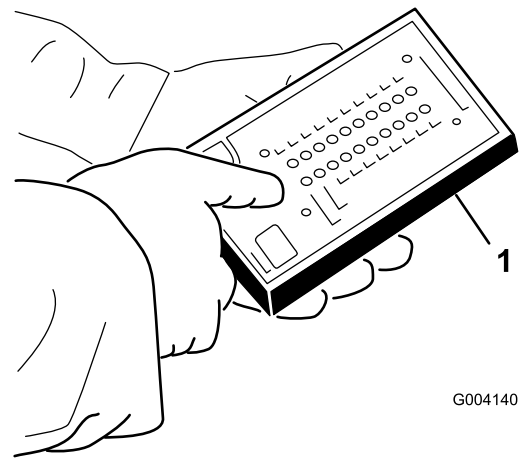

図 22
4. 故障診断 ACE ディスプレイを打ちのコネクタを診断用コネクタに接続する（図 22）。